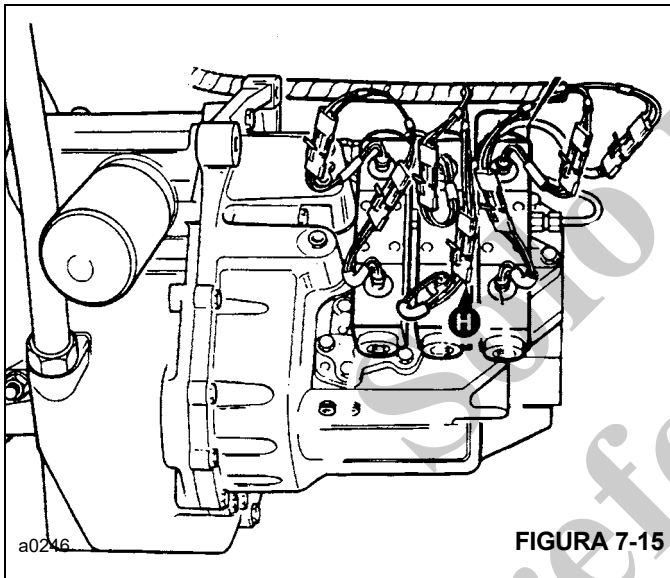

FIGURA 7-15
3. Retire el conector de alimentación del solenoide del embrague del eje intermedio **H** (Figura 7-15). Esto asegura que se active únicamente el embrague de avance con relación alta cuando se seleccione la 2a marcha de avance.